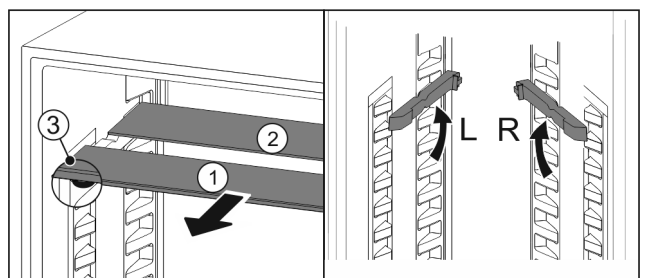

Fig. 54
- ▶ Glasplaten afzonderlijk vanaf de voorkant eruit trekken Fig. 54 (1).
- ▷ Glasplaat Fig. 54 (1) met sierlijst ligt voor.
- ▷ Stops Fig. 54 (3) zijn naar onder gericht.